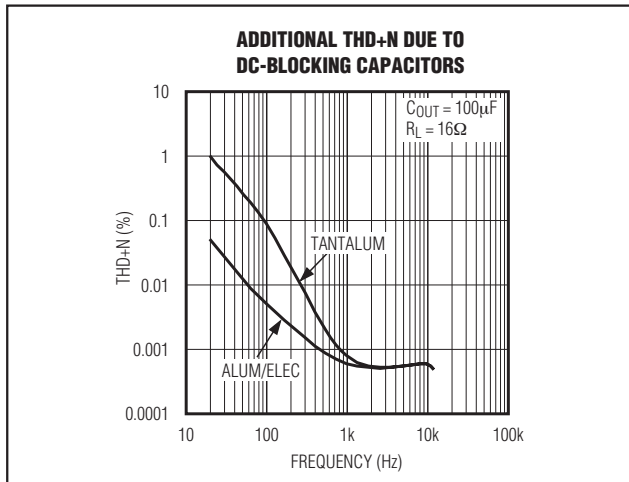

図3. 出力コンデンサに起因する歪み
- コンデンサの電圧係数(コンデンサにかかる電圧の変化にともなう容量の変化)が、オーディオ信号を歪ませます。-3dB点付近の周波数でこの影響が最大になり、電圧係数が周波数依存の歪として現れます。図3に、誘電体特性の異なる2種類のコンデンサによって生じるTHD+Nを示します。-3dB点付近でTHD+Nが劇的に増大していることに注目してください。